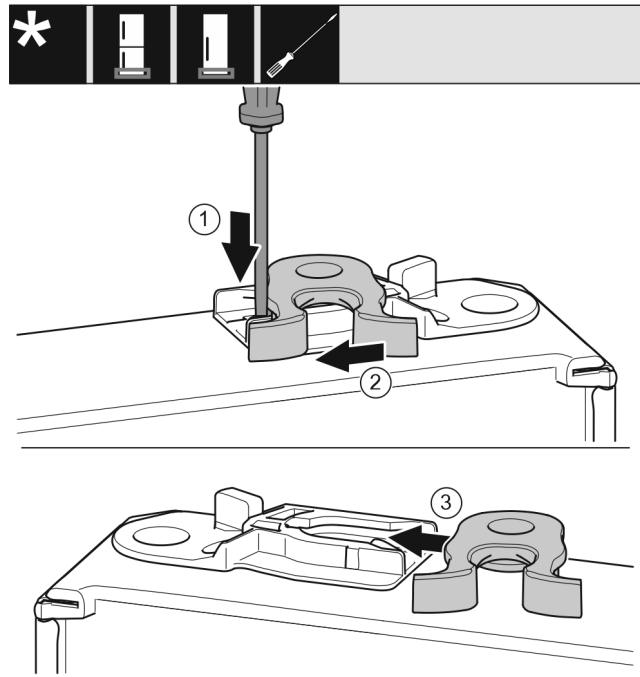

Fig. 19
- ▶ Spingere verso il basso la linguetta Fig. 19 (1) con il cacciavite a intaglio.
- ▶ Estrarre il gancio di chiusura Fig. 19 (2) dalla guida.
- ▶ Spostare il gancio di chiusura Fig. 19 (3) sull'altro lato nella guida.